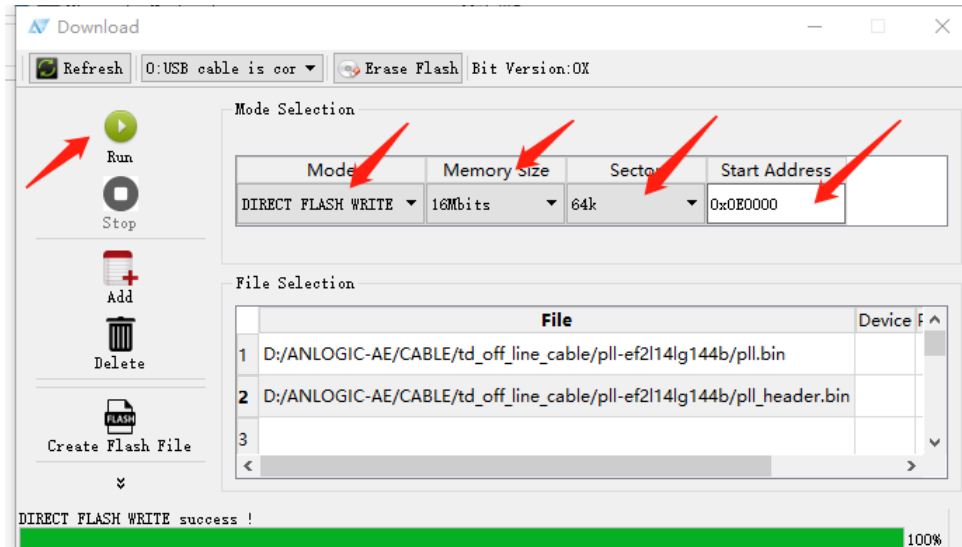

图 3-5 更新头文件
4. 更新 Header 头文件，选择“DIRECT FLASH WRITE”模式，烧录起始地址设置为 0x0E0000，点击“run”更新头文件，界面配置如图 3-5 所示；